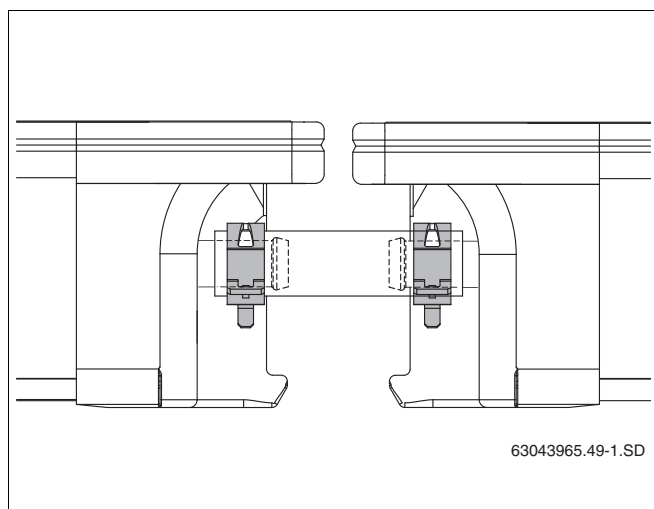

Рис. 47 Шланг солнечного коллектора с фиксирующими пружинными хомутами
- ▶ Зажмите все шланги на штуцерах коллектора пружинными хомутами (рис. 47).